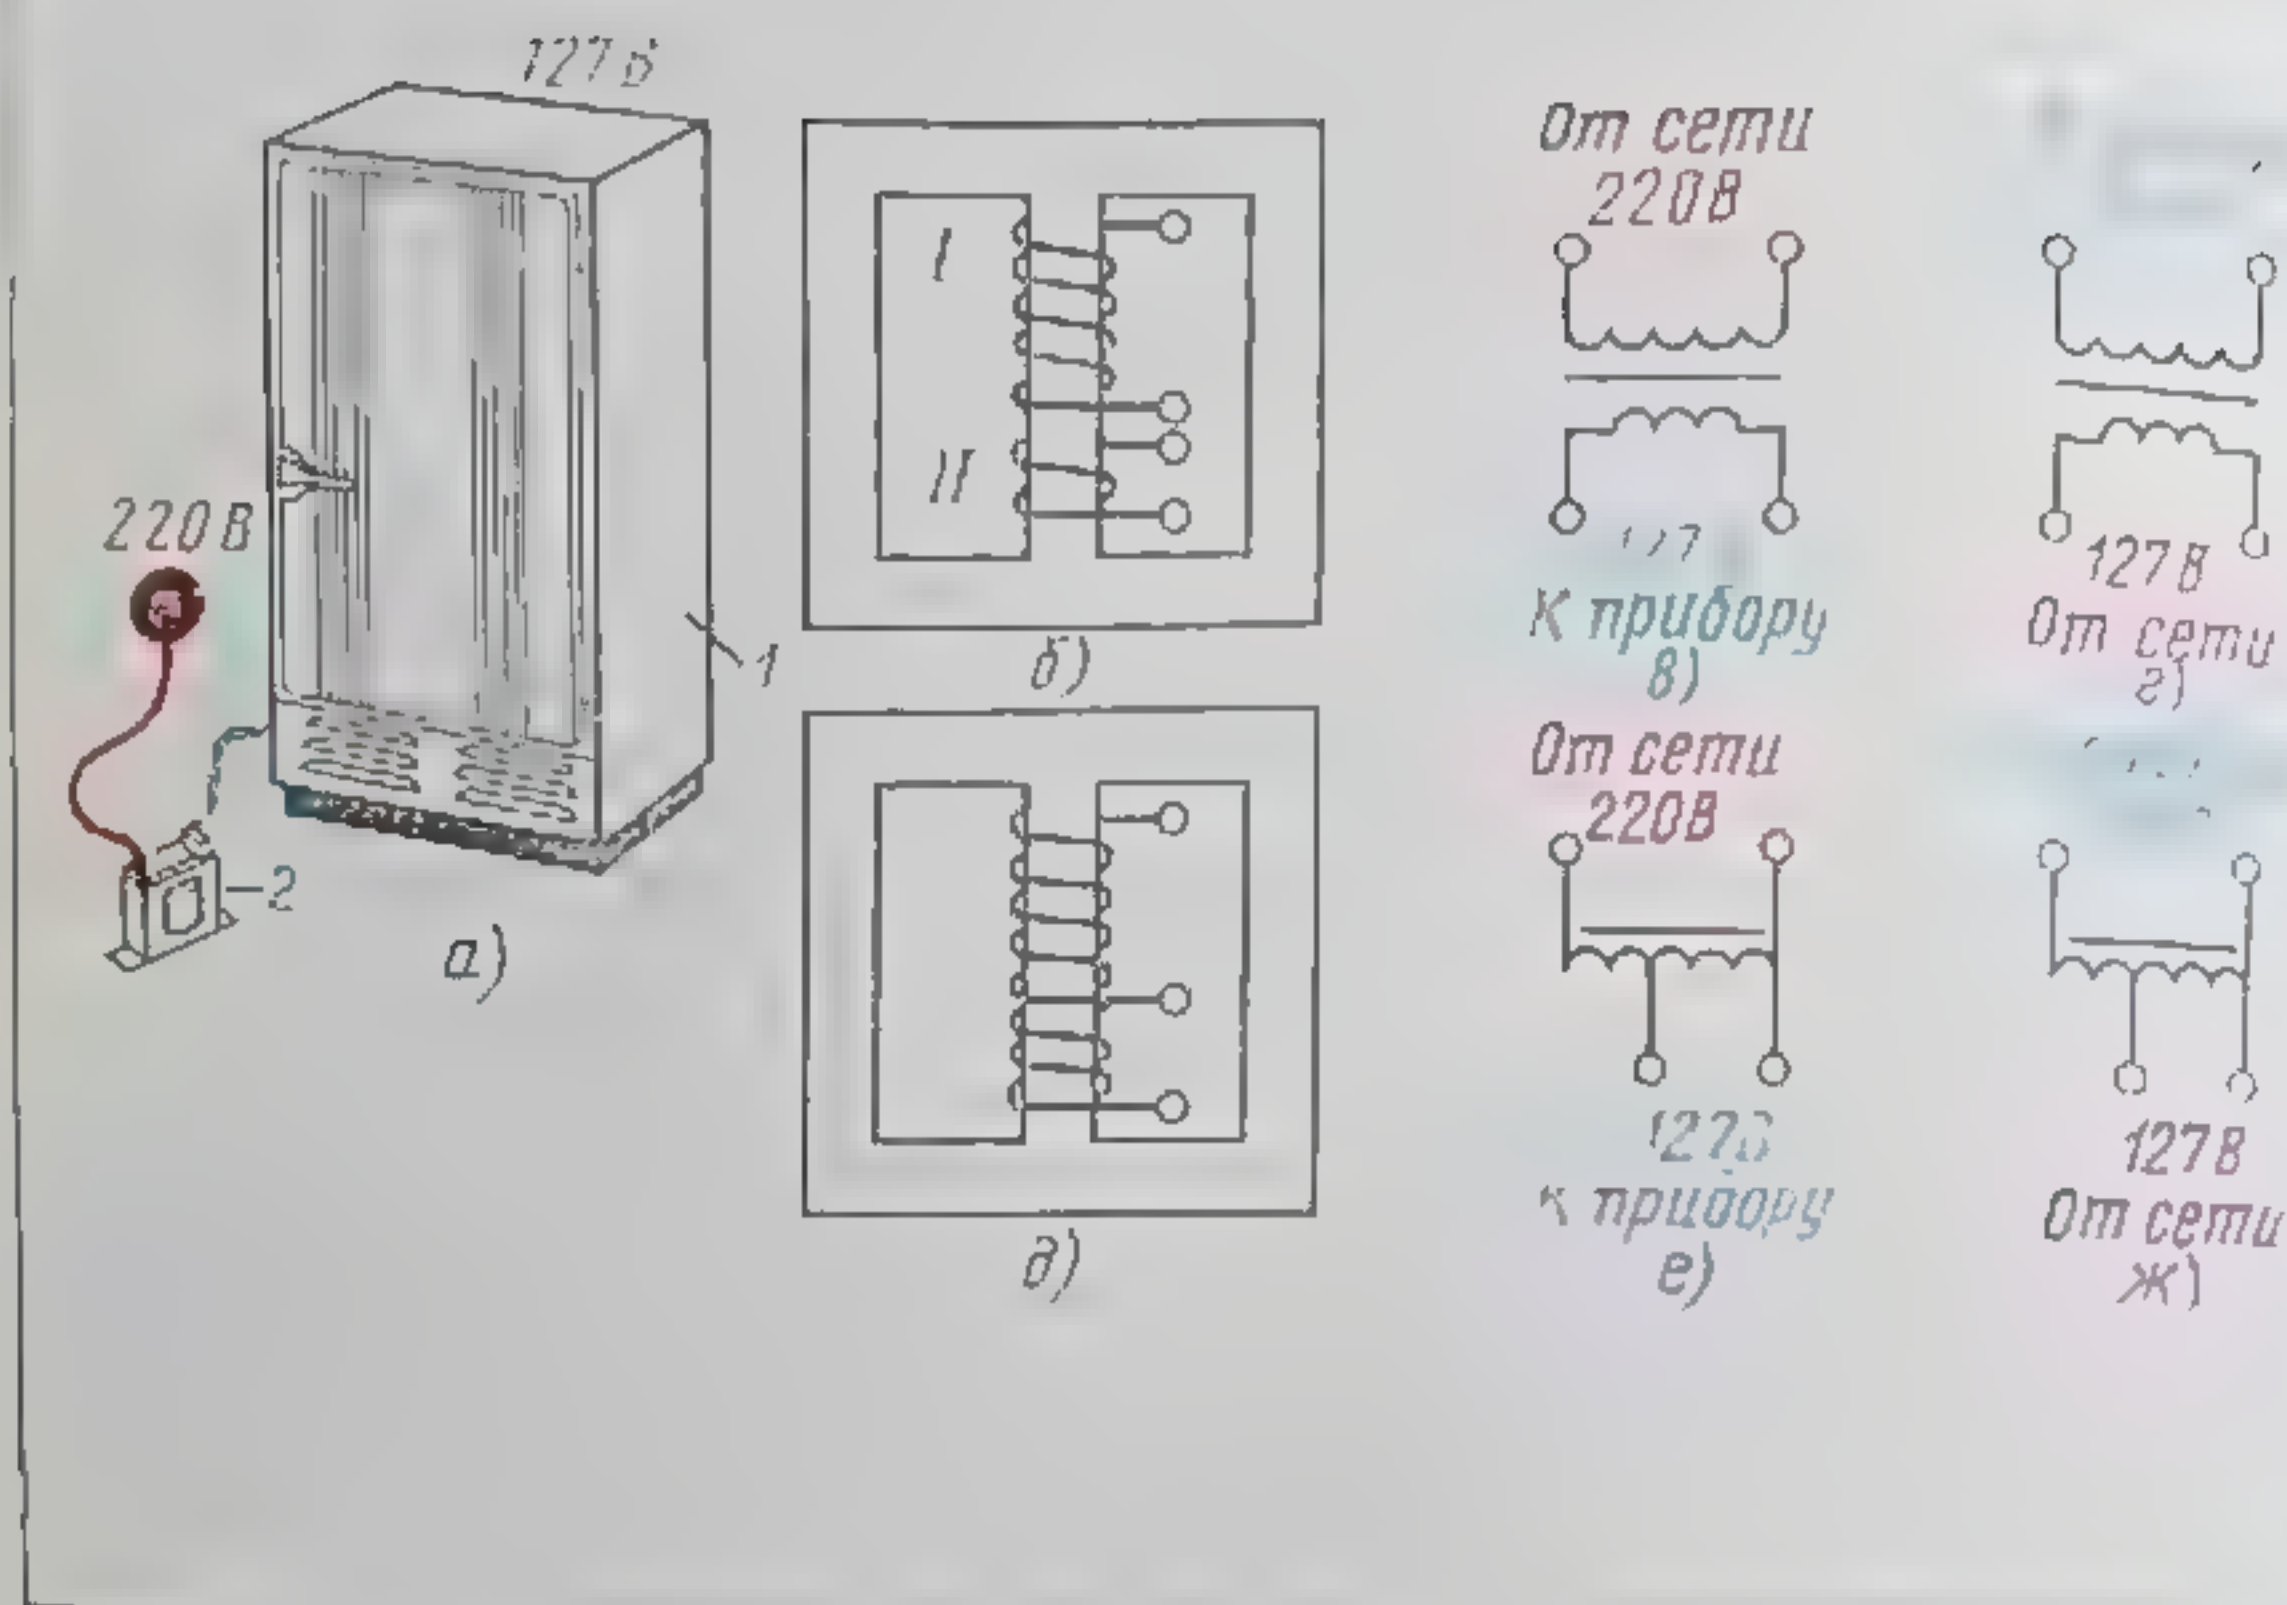

Рис. 11. Примеры включения холодильника через трансформатор и автотрансформатор
2. На рис. 11
На рис. 11,
Автотрансформаторы и трансформаторы. На рис. 11, а показано присоединение холодильника 1 на номинальное напряжение 127 В к сети 220 В через трансформатор (или автотрансформатор) 2. На рис. 11, б приведен эскиз трансформатора. На магнитопроводе расположены две обмотки I и II. Обмотка I имеет больше витков и рассчитана на 220 В, обмотка II, рассчитанная на 127 В, имеет меньше витков. Фактически обмотки расположены не так, как изображено на рисунке, а одна поверх другой. Весьма важно, что обмотки трансформатора друг от друга надежно изолированы.
На рис. 11, в показана схема включения трансформатора, понижающего напряжение сети 220 В до 127 В, а на рис. 11, г — трансформатора, повышающего напряжение сети 127 В до 220 В. В отличие от трансформаторов, где обмотки изолированы
одна от другой у автотрансформатора (рис. 11, д) одна обмотка. Если напряжение нужно понизить, то все ее витки включены в сеть (рис. 11, е), а к части витков присоединен прибор (холодильник). Если напряжение нужно повысить, то все витки присоединены к прибору, а часть витков — к сети (рис. 11, ж).